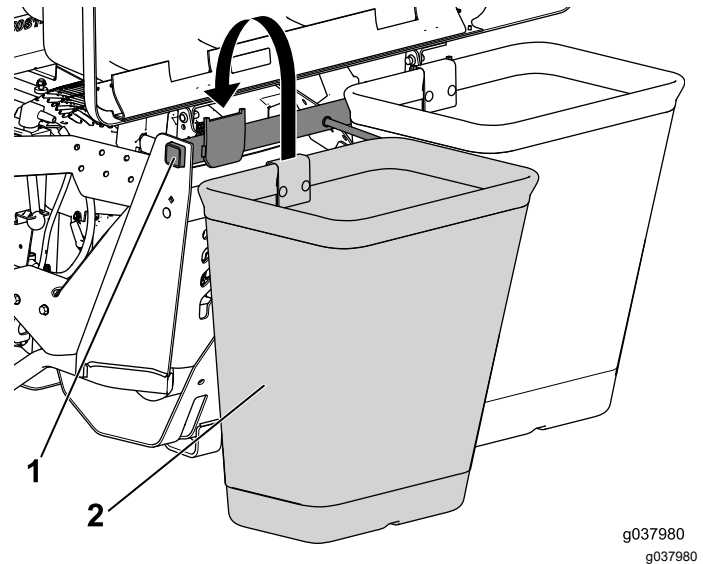

Figura 28
- Enganche la bolsa sobre el conjunto de giro (Figura 28).